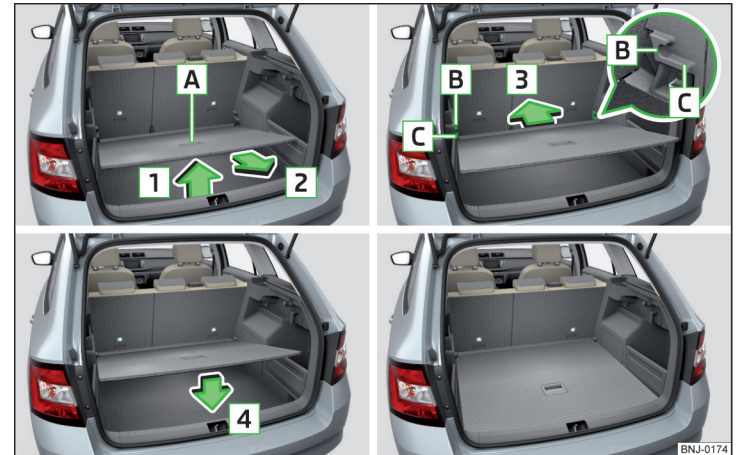

Abb. 97 Variablen Ladeboden in die obere Position einstellen
- Den variablen Ladeboden am Griff **A** » Abb. 97 fassen.